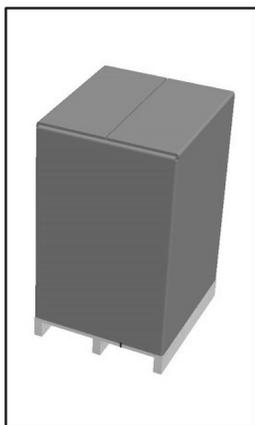

Fig. 10 : Retrait du carton
- Enlever les agrafes et retirer le carton (Fig. 10)